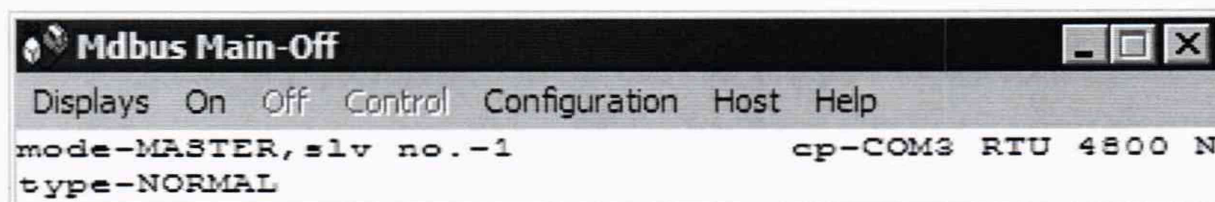
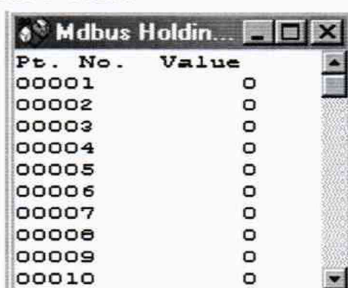

Рисунок 1 - Главное окно программы Mdbus
Рисунок 3 - Окно регистров «Holding Regs.» программы Mdbus в десятичном формате
- 6) Запустить программу Mdbus 3.16. При этом на экране отобразится главное окно программы (рисунок 1).
11) Вызвать окно регистров «Holding Regs.» (рисунок 3), нажав пункт меню Display (рисунок 1) > Holding Regs. главного окна
17) Вызвать окно управления «**Control**», нажав на пункт меню «**Control**» главного меню программы Mdbus (рисунок 1)